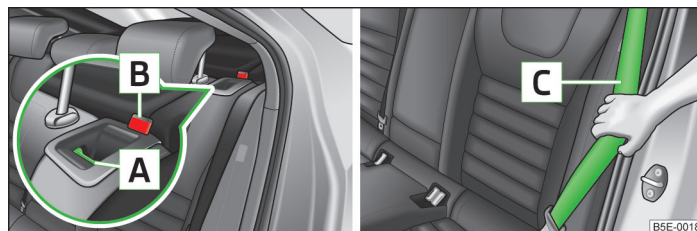

Fig. 55 Schienale: sbloccaggio/bloccaggio
- Premere la maniglia di sbloccaggio [A] » fig. 55 e ribaltare completamente lo schienale.
- Tenere la cintura di sicurezza esterna posteriore [C] » fig. 55 sul rivestimento laterale.